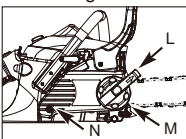

Fig. 3G
12. Läst skruven (N) hårt och följ steg 13 för att justera kedjespänningen.
13. Vrid spänningsringen hårt medurs (M), dra kontrollknappen i pilens riktning (L) för att vrida den hårt medurs och skjut sedan tillbaka kontrollknappen. (Fig. 3G)